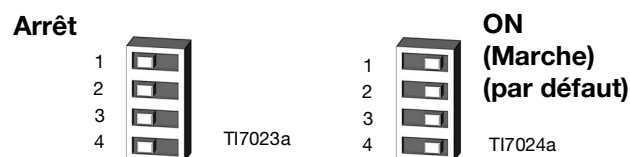

FIG. 10 Réglages du commutateur DIP (SW2)
2. Mettre les quatre commutateurs DIP sur les positions voulues. Voir la FIG. 10, page 29, et le TABLEAU 5, page 30.